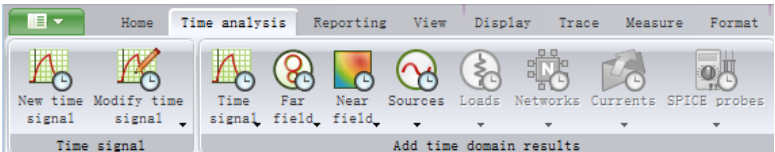

图 3-34 “Time analysis” 菜单中的按钮
2) “Time analysis” 菜单中的按钮如图 3-34 所示，具体说明见表 3-16。